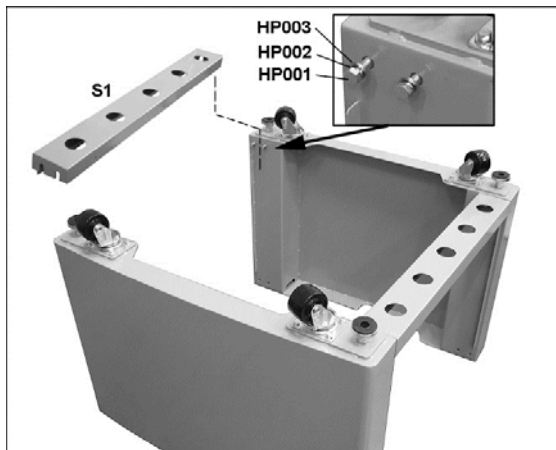

Figure 7-10
4. Insérer partiellement huit vis et rondelles (Figure 7-10) dans les trous filetés à l'intérieur des deux panneaux. Presser les rondelles contre la tête des vis.